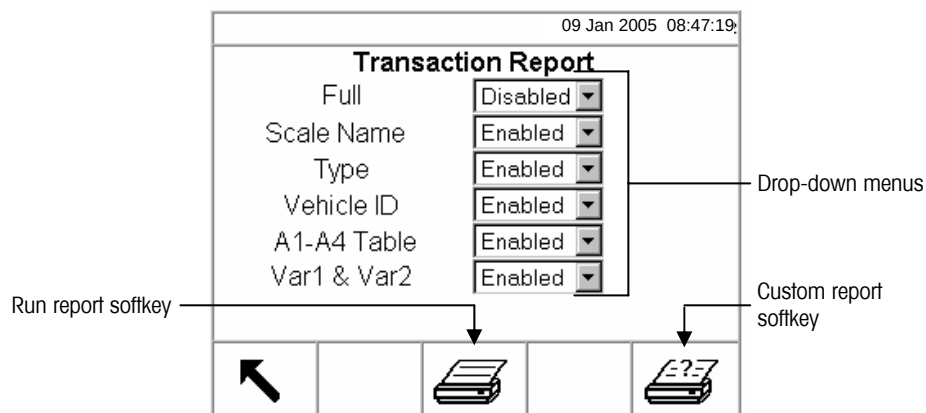

Figura 2-18: Schermata di configurazione report (report di transazione)
3. Premere il soffkey RUN REPORT (ESEGUI REPORT). Viene visualizzata la schermata Report Setup (Configurazione report) per il tipo di report selezionato (vedere figura 2-18).
4. Premere il tasto ENTER (INVIO) per aprire la schermata di configurazione per il report di tabella selezionato. Viene visualizzata la schermata Report Setup (Configurazione report) per il tipo di report selezionato (vedere figura 2-18).